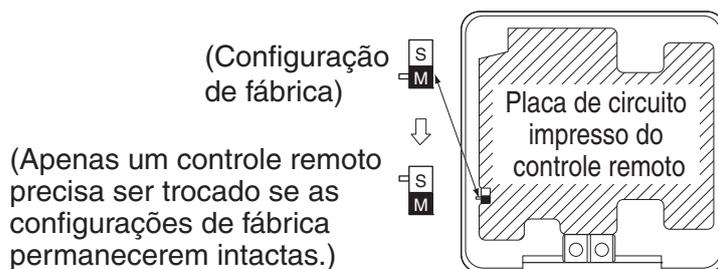

Fig. 31
(2) Ajuste o interruptor **transição principal/secundário** em uma das duas Placas de circuito impresso do controle remoto para “S”. (Deixe o interruptor do outro controle ajustado em “M”.) (**Consulte a Fig. 31**)